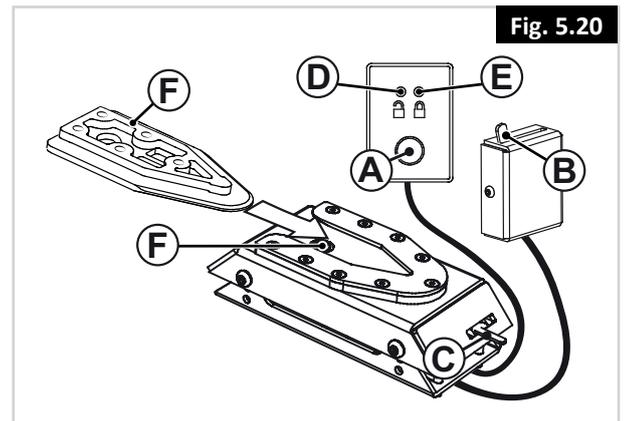

Fig. 5.20
- Realice la comprobación final conectando la silla de ruedas a la estación de acoplamiento. Compruebe que está correctamente bloqueada y asegúrese de que todos los métodos de desbloqueo funcionan según lo previsto (Fig. 5.20).